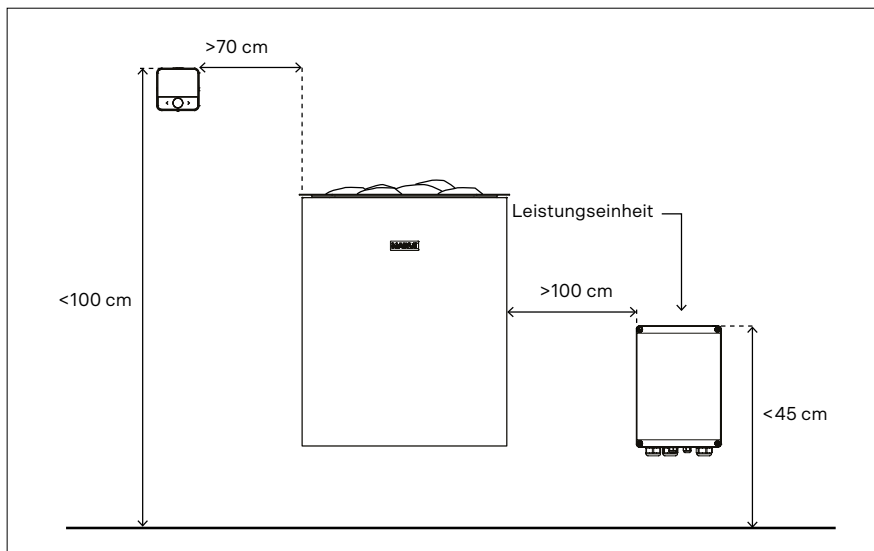

Abbildung 6.1-1. Mindestsicherheitsabstände für das System (Leistungserweiterungen dürfen nicht innerhalb der Sauna installiert werden)
Bei Installation innerhalb der Dampfkabine muss der Mindestsicherheitsabstand zum Ofen eingehalten werden, der in den Installationsanweisungen genannt ist (Abbildung 6.1-1). Beachten Sie den spezifischen Abschnitt dieses Handbuchs mit ausführlichen Anweisungen zur Installation und zum Anschließen der Systemkomponenten.
Bei der Installation sind die Mindestsicherheitsabstände einzuhalten! (Abbildung 6.1-1)
- Das Bedienfeld darf nicht an einem Ort installiert werden, an dem die Höchsttemperatur von 80 °C überschritten wird. Wenn das Bedienfeld in der Dampfkabine installiert wird, muss der Installationsort mindestens den Mindestschutzabstand (0,7 m) zum Heizgerät und höchstens einen Meter (1 m) über dem Boden betragen. (Abbildung 6.1-1). Stromversorgungskabel und das Kabel des Bedienfelds sollten nicht nebeneinander verlegt werden, um Störungen zu vermeiden. Ein 6 Meter langes Kabel für das Bedienfeld (SIHF-O 4x0,25) ist im Lieferumfang des Bedienfelds enthalten, das nicht verlängert werden sollte.